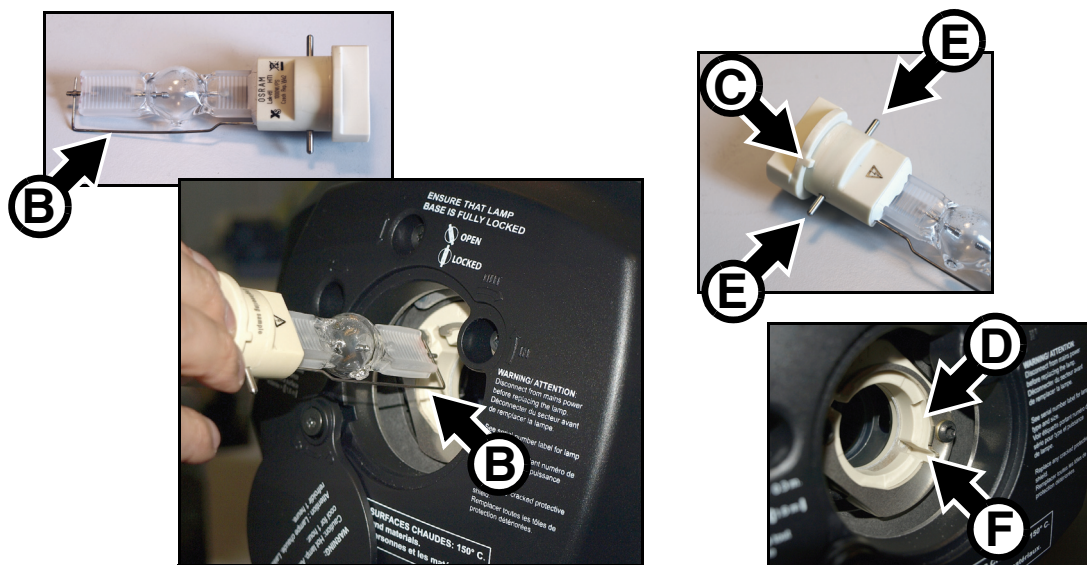

Figure 10: Démontage et remontage de la lampe
4. Voir Figure 10. Attrapez la lampe par sa douille céramique, tournez-la de 45° dans le sens anti horaire pour la libérer. Retirez délicatement la lampe du projecteur.
5. Voir Figure 10. Maintenez la lampe de rechange de façon à ce que le fil **B** soit tourné vers le bas de la tête et alignez le détrompeur **C** de la lampe avec la gorge **D** et les contacts **E** de la lampe avec les gorges **F**. Glissez la lampe dans le projecteur jusqu'à ce que les contacts soit insérés complètement puis tournez la lampe à 45° dans le sens horaire jusqu'à un 'clic' distinct. La lampe est ajustée au support et essayer d'amorcer une lampe mal montée peut entraîner des dommages qui ne seront pas couverts par la garantie. Il est donc important de s'assurer du verrouillage de la lampe.